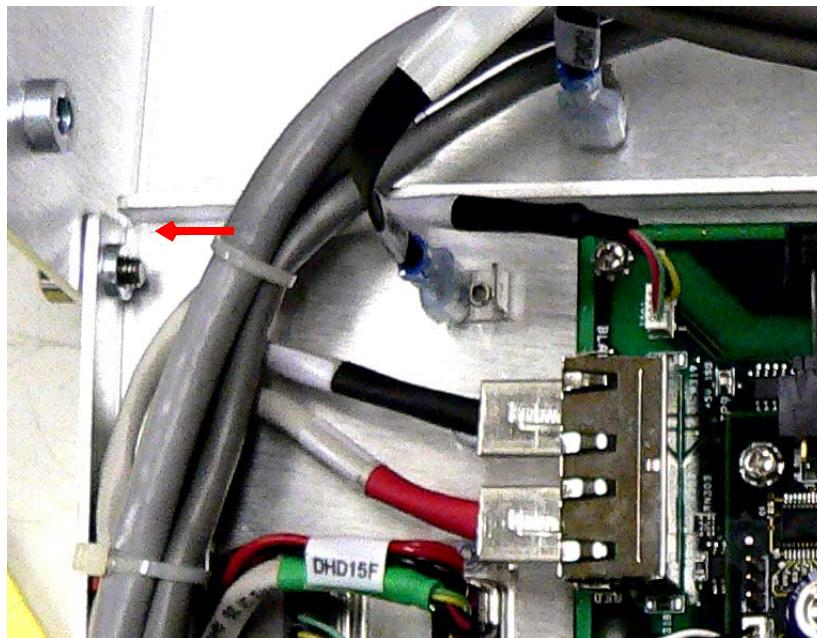

图 B-27 J100 接头
4. 从 J100 接头断开 R2142-301 (白色/黑色) 接头 (图 B-27)。
11. 将 R2142-301 (白/黑) 接头重新连接到 J100 接头（第 B-19 “页图 B-27”）。